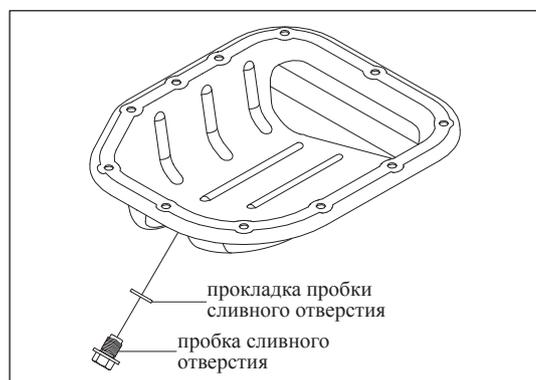

Рис. 11-3-9. Установка пробки отверстия для слива масла и прокладки
- г) Установить на масляный поддон пробку отверстия для слива масла с прокладкой, как изображено на рис. 11-3-9.